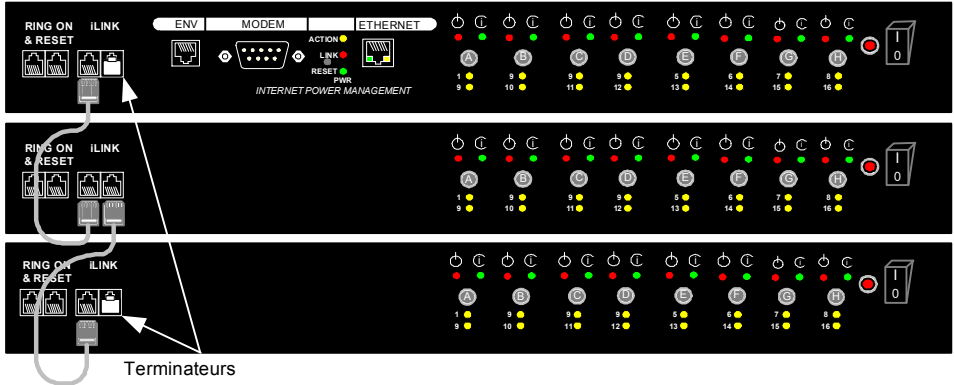

Figure 18 : Ajouter d'autres satellites
3. Connectez un autre câble iLINK au port iLINK du dernier satellite et du précédent. Voir la Figure 18.